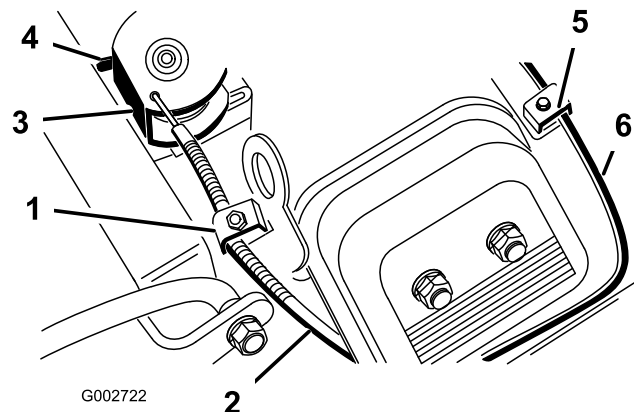

Figure 40
2. Desserrez la vis de collier qui fixe le câble d'accélérateur sur le moteur (Figure 40).
4. Tirez fermement sur le câble d'accélérateur jusqu'à ce que l'arrière du pivot atteigne la butée (Figure 40).
2. Desserrez la vis de collier qui fixe le câble de starter sur le moteur (Figure 40).
4. Tirez fermement sur le câble de starter (Figure 40), jusqu'à ce que le papillon soit complètement fermé, puis serrez la vis du collier de câble.